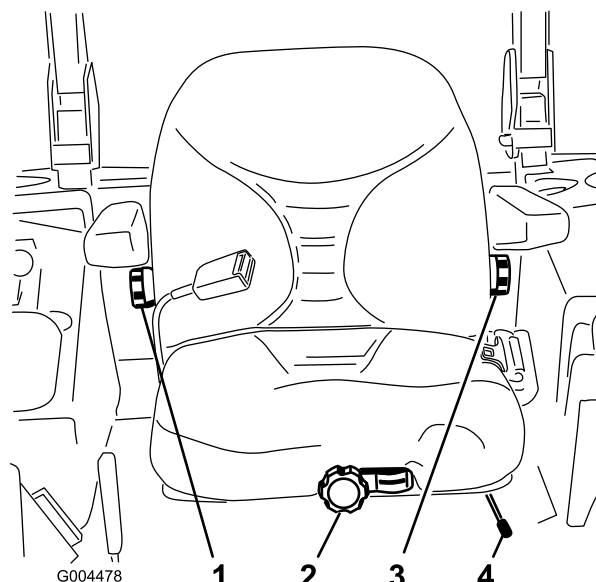

Figure 35
1. Poussez le levier de réglage sur le côté pour débloquer et régler le siège (Figure 35).
Pour ce faire, tournez le bouton situé sous l'accoudoir droit dans un sens ou dans l'autre pour obtenir la position la plus confortable (Figure 35).
Pour le régler, tournez le bouton situé sous l'accoudoir gauche dans un sens ou dans l'autre pour obtenir la position la plus confortable (Figure 35).